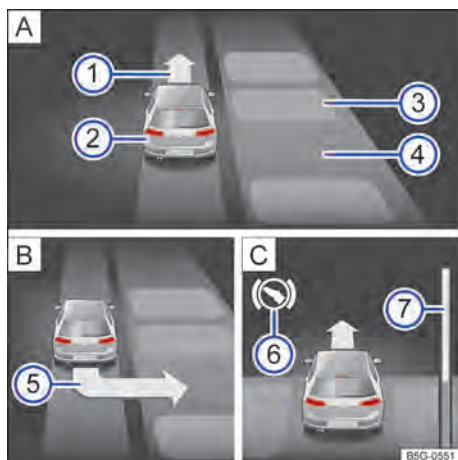

Fig. 115 No display do instrumento combinado: estacionar lado a lado. **[A]** Procurar uma vaga de estacionamento. **[B]** Posição para estacionar. **[C]** Manobrar.
- Estacionar ao aparecer no display do instrumento combinado a indicação de estacionamento → Fig. 115.
Legenda da → **Fig. 115** (modo de estacionamento lado a lado com marcha à ré):
- Frear quando soar um alarme sonoro indicando para mudar de direção, acender a seta → **Fig. 115** **①** **[A]**, acender o símbolo branco  ou mostrar uma mensagem.